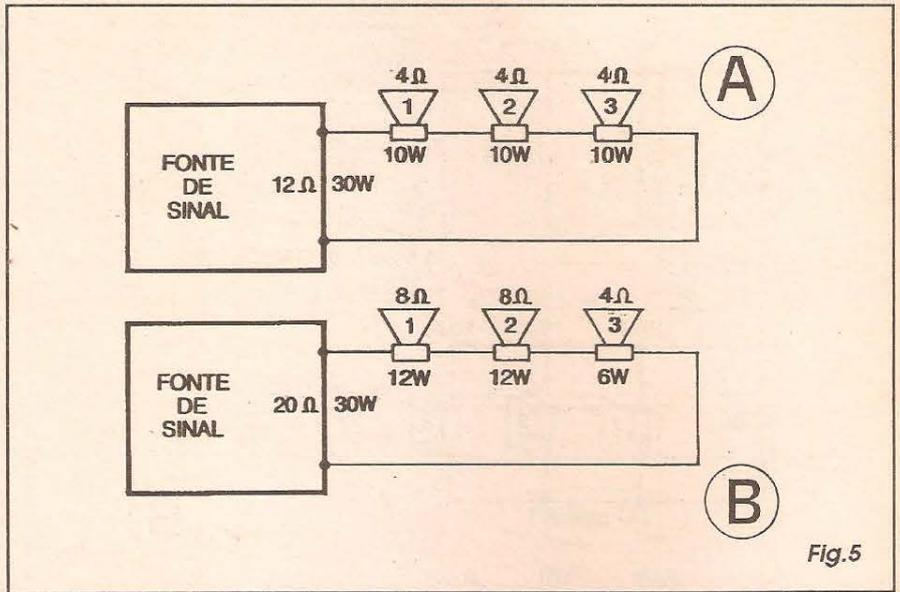

Fig.5
- FIG. 5 - A POTÊNCIA NOS ALTO-FALANTES EM SÉRIE - Num conjunto de falantes EM SÉRIE, é importante notar que a POTÊNCIA total fornecida ao grupo, pela fonte de sinal, é *proporcionalmente dividida* entre os transdutores individuais, sempre em função da IMPEDÂNCIA de *cada* falante envolvido! Dizendo de outro modo: no conjunto, os alto-falantes de *maior* IMPEDÂNCIA deverão *aguentar* o manuseio de *maior* POTÊNCIA, sempre de forma proporcional... No primeiro exemplo da figura (5-A) como os três falantes associados EM SÉRIE apresentam uma IMPEDÂNCIA INDIVIDUAL de 4 ohms, eles podem - para perfeito